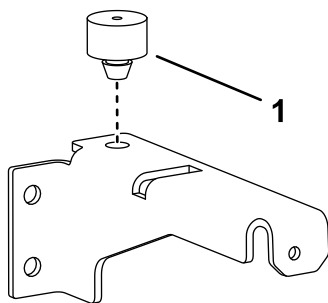

**Figura 7**
1. Instale las placas de enganche del cinturón de seguridad en la plataforma del asiento con 2 pernos parcialmente roscados ( $\frac{3}{8}$ " x 2"), 2 arandelas pequeñas y 2 contratuercas ( $\frac{3}{8}$ " ), como se muestra en la Figura 7.